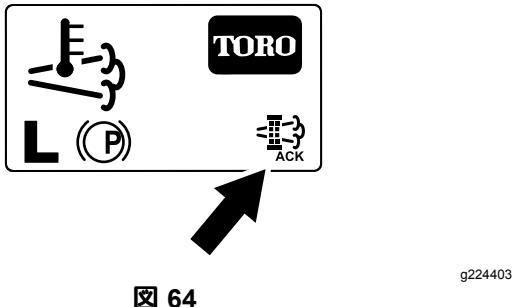

図 64
8. インフォセンターはホーム画面となり、再生実施中は画面右下に再生実施中アイコン図 64 が表示される。